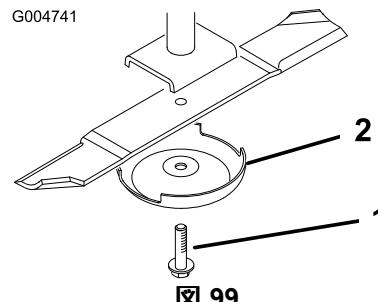

図 99
4. ブレードの一端部をウェスで包むか手に頑丈な手袋をはめるかして、ブレードを手で持ち、ブレードボルト、芝削り防止カップ、ブレードをスピンドルシャフトから外す(図 99)。